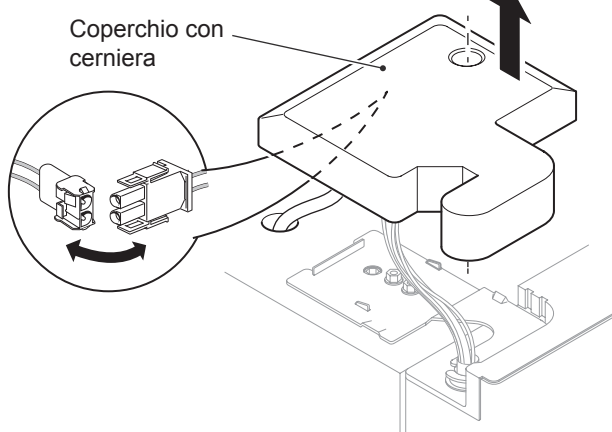

Fig. 4-6
2. Allentare le viti che fissano la cerniera superiore e rimuovere la cerniera (Fig. 4-6).